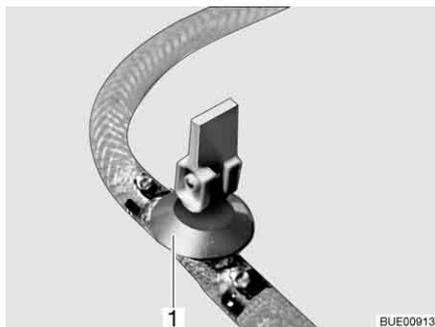

Bild 165 Ablasshahn (mit Kipphebel)
- Alle Ablasshähne schließen. Dazu den Kipphebel des Ablasshahns (Bild 165, 1) waagrecht stellen.